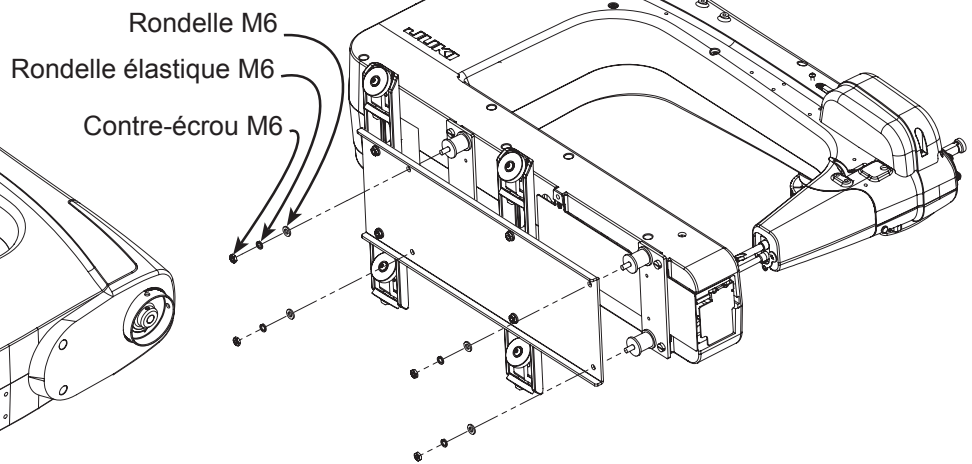

Fig. 5-4
5-4: Fixez la plaque amortissante et les roues à votre machine Juki Quilt Virtuoso Pro en insérant les tiges filetées des amortisseurs caoutchouc dans les trous sur la plaque amortissante comme le montre la Fig. 5-4. Glissez les rondelles M6 (1), les rondelles élastiques (1) et les contre-écrous M6 (1) sur chaque tige filetée et serrez à l'aide de la clé M10.